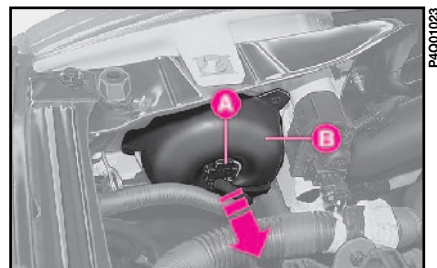

fig. 12
- 1) quite el conector **A**-fig. 12 y luego la protección de goma **B**;